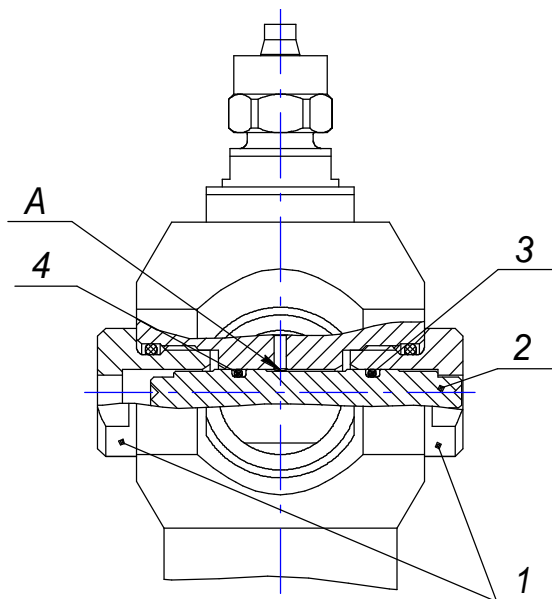

Рисунок 4 – Помпа П-0,25М в разрезе (узел золотника)
- выкрутить гильзы (рис. 4, поз. 1);
- аккуратно завести золотник стороной без уплотнительного кольца в корпус помпы на глубину, при которой установленное кольцо не дойдет до отверстия «А» (см. рис.4);
ВНИМАНИЕ! При замене уплотнительных колец (рис. 4, поз. 3, 4) золотника (поз. 2) переход колец через отверстие «А» не допустим.